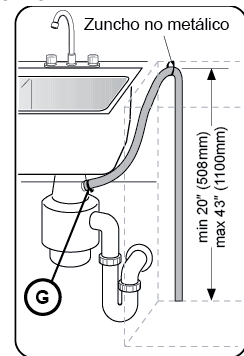

Figura 12
2. Directamente a una conexión de drenaje para lavadora de platos de un triturador de desechos, como se muestra en la Figura 12.